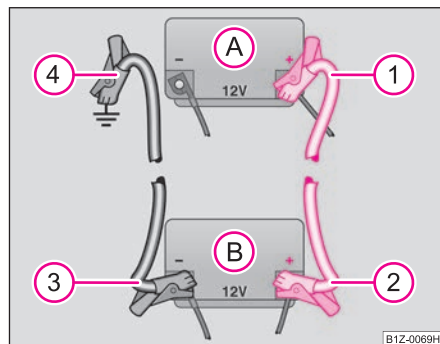

Abb. 163 Starthilfe mit der Batterie eines anderen Fahrzeugs: A - entladene Fahrzeugbatterie, B - stromgebende Batterie
- Befestigen Sie ein Ende (1) am Pluspol ⇒ Abb. 163 der entladenen Batterie (A).
- Befestigen Sie das andere Ende am Pluspol (2) der stromgebenden Batterie (B).